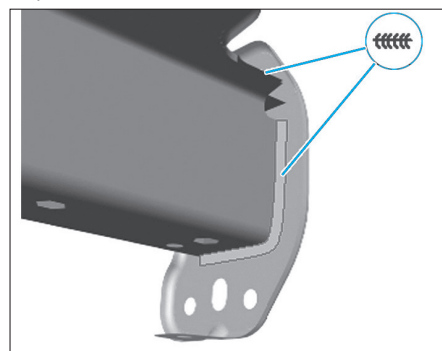

FIG. 12
- Souder la tôle de fermeture en cordon continu (Fig.12).